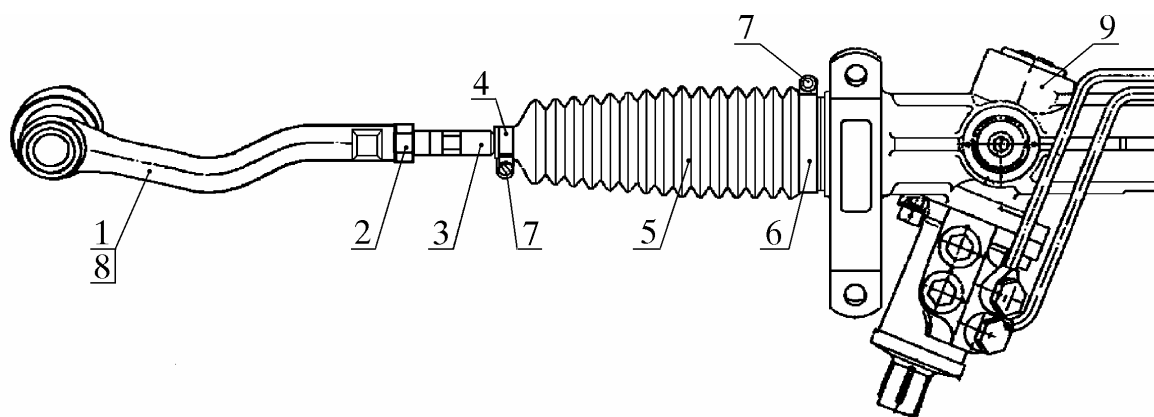

Рис. 5. Установка чехлов и наконечников с шарнирами на механизм рулевого управления:
7.4.1.1. Надеть муфту 5 (рис. 5) защитную в сборе с хомутами 4 и 6 на тягу с шарниром 3 и рулевой механизм 9 так, чтобы передняя часть муфты вошла в выточку рулевого механизма, а нижняя часть муфты - в выточку тяги, как показано на рис. 5.